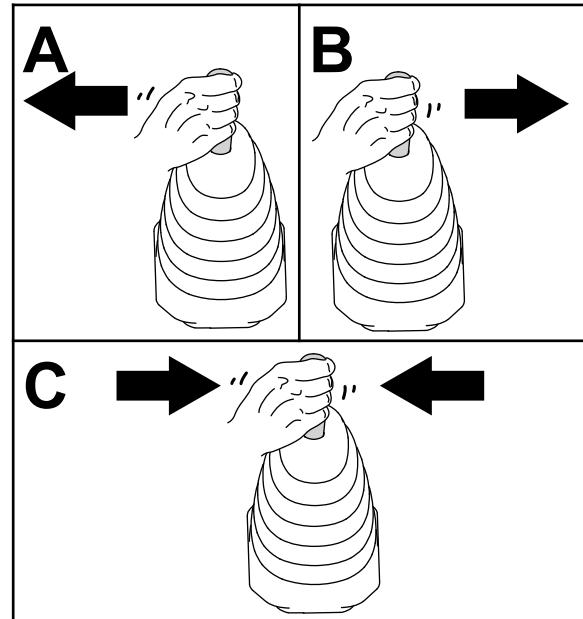

図 49
6. ローダ用ジョイスティックを左右に動かし、次に後ろに動かし、そのあとニュートラルに戻す これで油圧カップラに掛かっている圧力が解放される図 49。